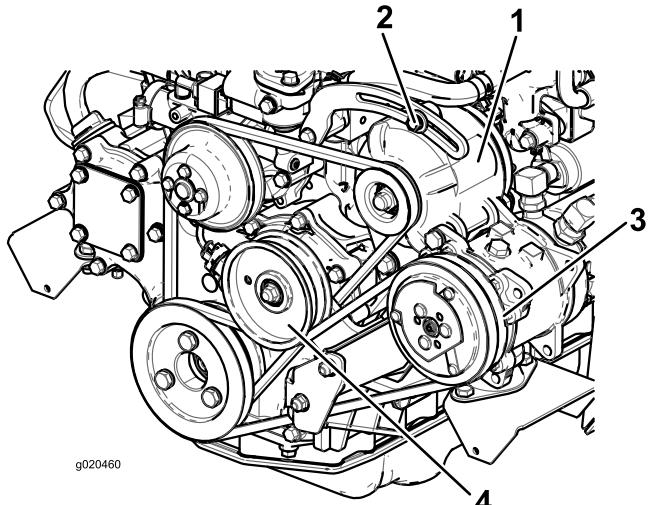

Bild 114
Lockern Sie bei einer Durchbiegung von mehr oder weniger als 10 mm die Befestigungsschrauben der Lichtmaschine (Bild 114).
Prüfen Sie den Zustand und die Spannung des Riemens (Bild 114) alle 100 Betriebsstunden.
- Lockern Sie bei einer Durchbiegung von mehr oder weniger als 10 mm die Befestigungsschraube der Spannscheibe (Bild 114). Erhöhen oder reduzieren Sie die Spannung der Kompressor-Riemenspannung und ziehen Sie die Schraube fest. Prüfen Sie die Riemenspannung noch einmal auf korrekte Einstellung.